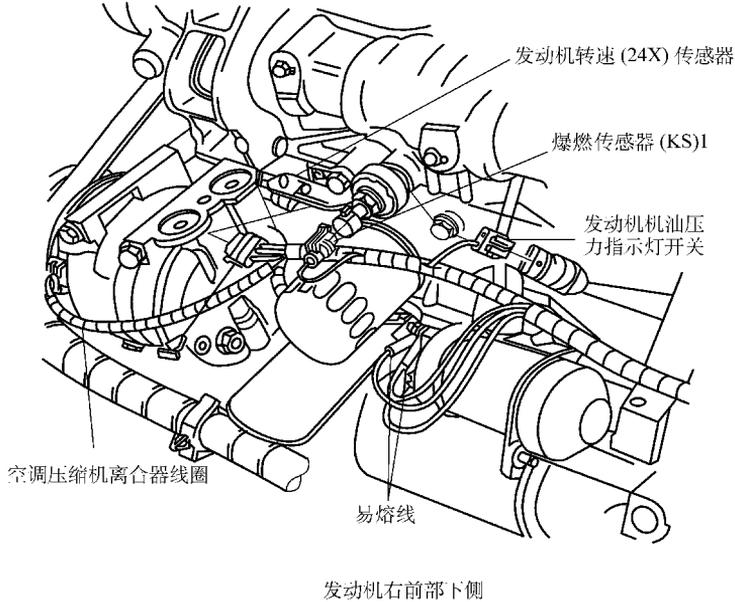

图 3-12 转子在飞轮上的传感器
(4) 转子装在飞轮上的发动机转速传感器 转子装在飞轮上,感应元件装在变速器喇叭口壳体上的传感器见图 3-12,用来传感曲轴位置和发动机转速信号。控制单元用此信号控制发动机的喷油脉宽和点火正时。该处的发动机转速传感器为霍尔效应元件,在规定的间隙范围内对钢材料非常敏感。